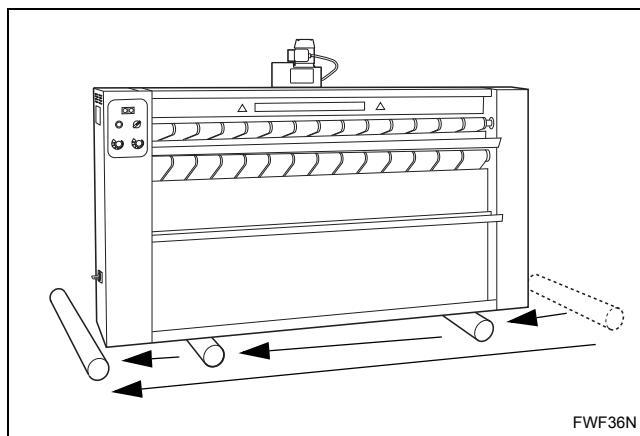

Abbildung 7
8. Schieben Sie die Mangel langsam nach vorne, sodass sie von der ersten Rolle auf die zweite und dritte gelangt. Siehe *Abbildung 7*.